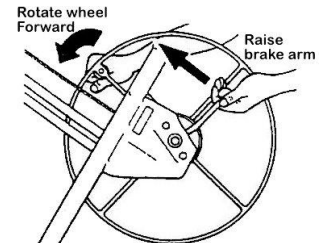

Figure 2
- a) Тримайте колесо лебідки та гальмівний важіль (рис. 2).